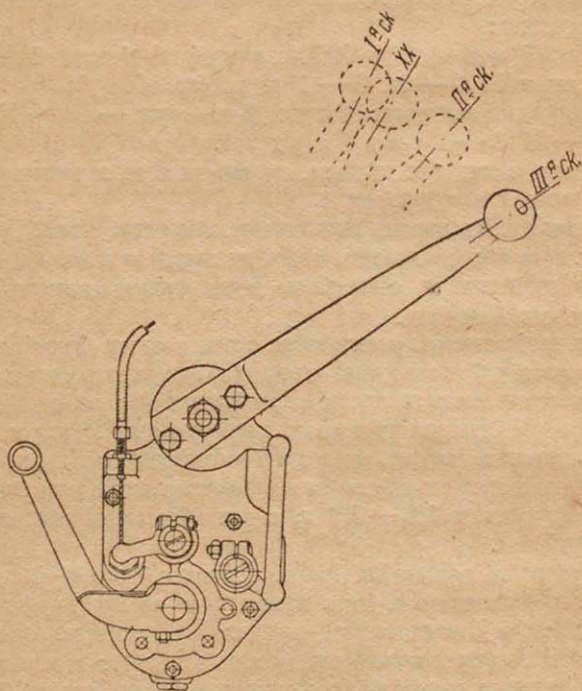

Рис. 3.
1. Рычаг перемены передач ставят в нейтральное положение (см. рис. 3) — положение «хх».
2. Рычаг переключения передач поставьте на первую скорость, т. е. в крайнее положение «на себя» (рис. 3).